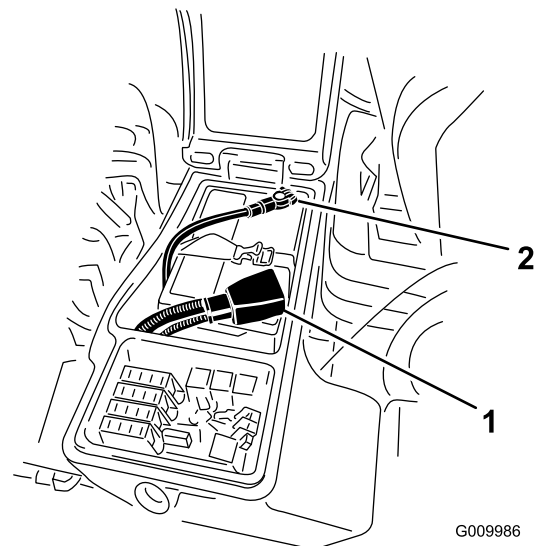

Figura 93
3. Rimuovete il cavo negativo (nero) dal morsetto negativo (-) e il cavo positivo (rosso) dal morsetto positivo (+) della batteria (Figura 93).
- Collegate il cavo positivo (rosso) al terminale positivo (+) e il cavo negativo (nero) al terminale negativo (-) della batteria (Figura 93).